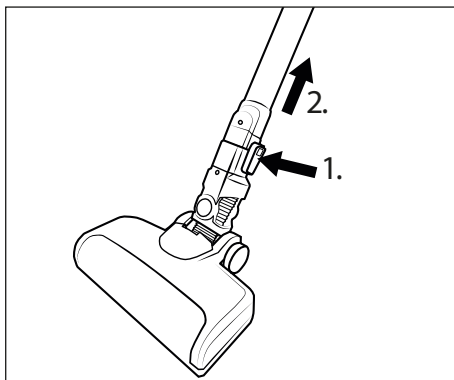

Fig. 12
- ◆ Per rimuovere la spazzola per pavimenti 22 dal tubo di aspirazione 24, tenere premuto il tasto di sblocco della spazzola per pavimenti 23 e sfilare il tubo di aspirazione 24 dalla spazzola per pavimenti 22 (vedere fig. 12).